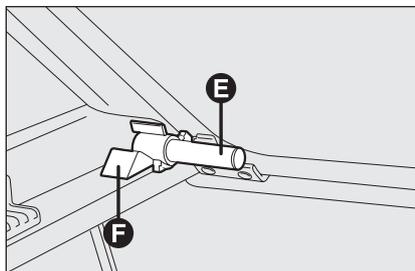

fig. 75
- liberare i perni **E-fig. 75** posti all'esterno del ripiano dalle relative sedi **F** ricavate nei supporti laterali, quindi rimuovere la cappelliera verso l'esterno.